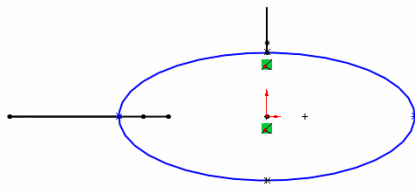

图 5-164 绘制的草图
⑦ 设置基准面。在左侧“FeatureManager 设计树”中用鼠标选择“上视基准面”，然后单击“标准视图”工具栏中的“正视于”图标，将该基准面作为绘制图形的基准面。
⑧ 绘制草图。单击“草图”工具栏中的“椭圆”图标按钮，绘制如图 5-164 所示的草图，椭圆的长轴和短轴分别与第④步和第⑥步绘制的草图的起点重合，然后退出草图绘制状态。